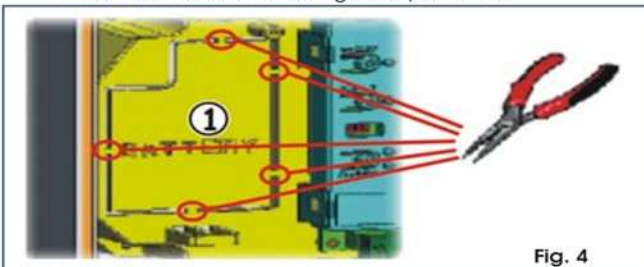

Fig. 4
Dicho soporte (ref. ① en Fig. 4) se ha preestampado para permitir la apertura del alojamiento de la batería.